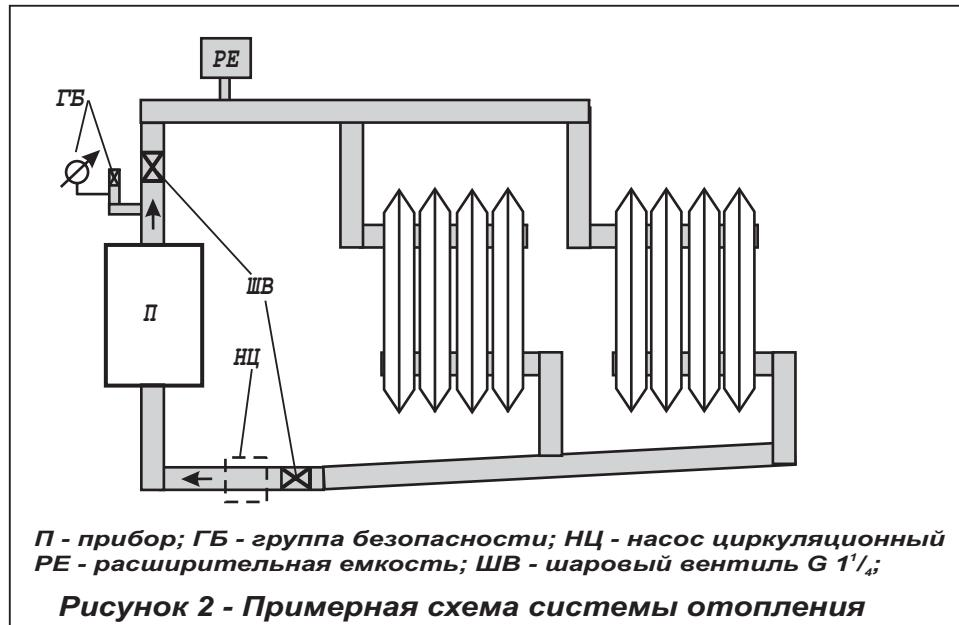

Рисунок 2 - Примерная схема системы отопления
5.9. Внимание! При эксплуатации прибора запрещается полностью или частично перекрывать шаровые вентили на входе и выходе из котла (см. рисунок 2).